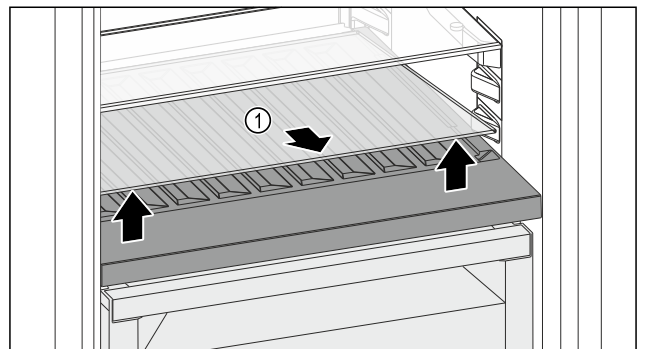

Fig. 97
- Sollevare il ripiano di vetro Fig. 97 (1) dall'incavo anteriore e rimuoverlo.
- Conservare il ripiano di vetro Fig. 97 (1) fuori dall'apparecchio in un luogo sicuro.